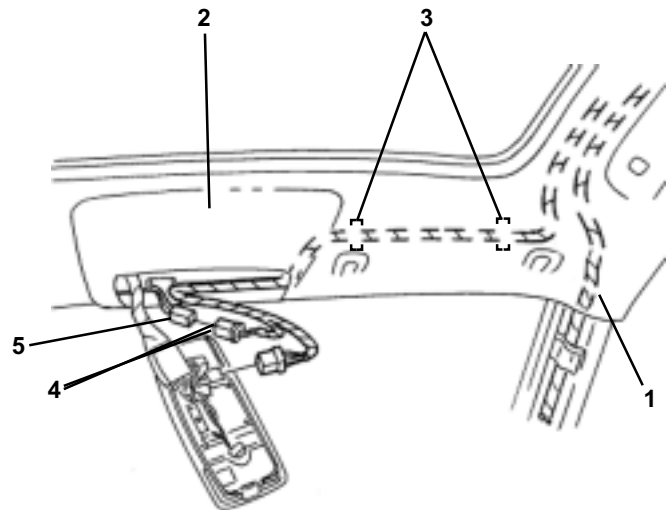

FIGURE 29
5. ROUTE THE DOME LIGHT HARNESS FROM THE TOP OF THE A-PILLAR (1) TO THE FRONT DOME LIGHT OPENING (2) AND SECURE USING TWO PIECES OF FOAM TAPE (3). (SEE FIGURE 29)
6. CONNECT THE DVD DOME LIGHT HARNESS (4) TO THE VEHICLE DOME LIGHT HARNESS (5). (SEE FIGURE 29)